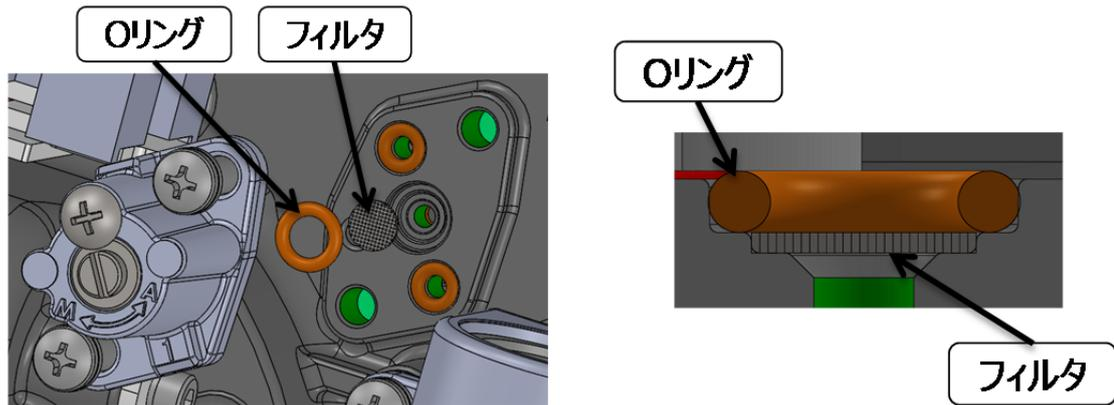

図 5.4.2 フィルタ部
5. フィルタおよび O リングを、位置に注意して元に戻してください（図 5.4.2 参照）